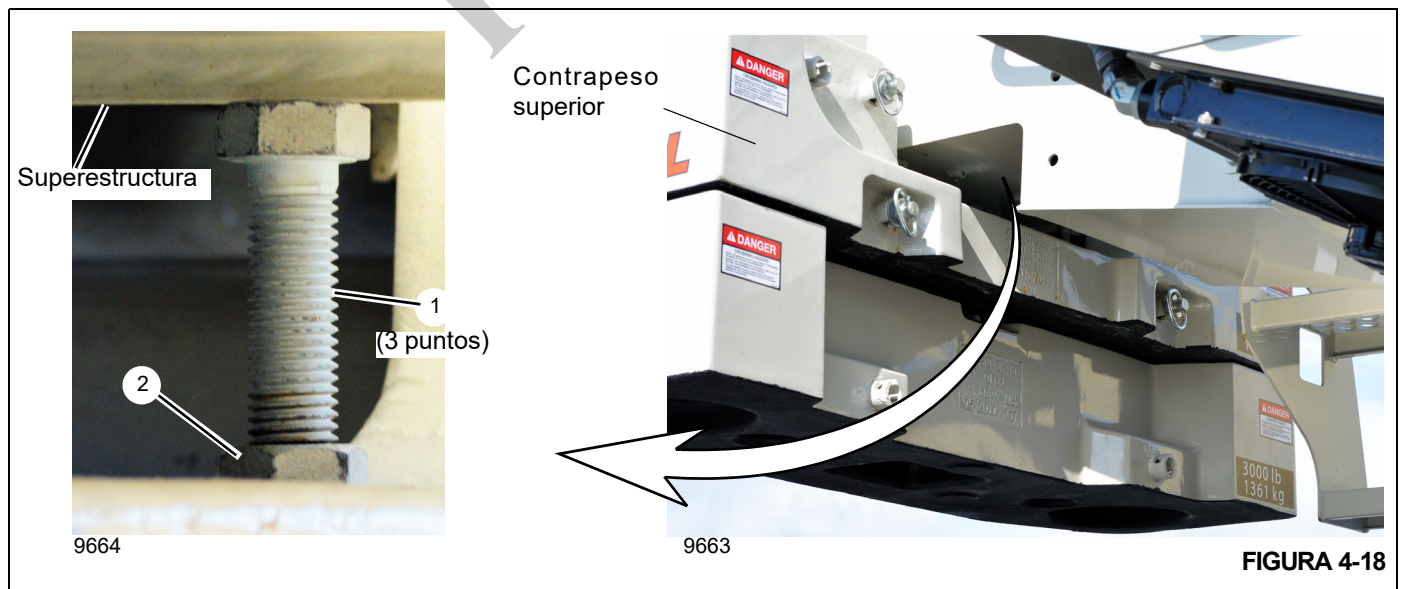

FIGURA 4-18
- Ajuste los tres pernos (1, Figura 4-18) para nivelar el contrapeso y eliminar cualquier movimiento relativo entre el contrapeso y la superestructura. Use las contratuercas (2, Figura 4-18) para fijar los pernos en su posición.